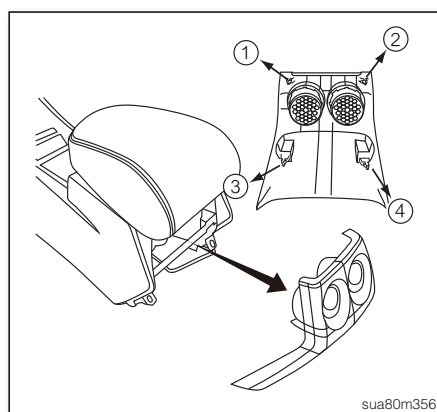

图44
1. 拆开中央扶手后饰板的固定扣①~④ (如图44), 取下中央扶手后饰板。